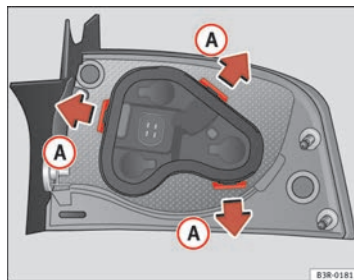

Fig. 215 Languettes de fixation au dos du feu arrière
- Déverrouillez les languettes de fixation ⇒ fig. 215 A.